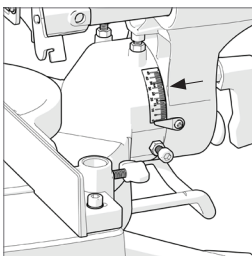

Rys. 33
- Poluzować dźwignię blokady skosu. (**Rys. 33**)